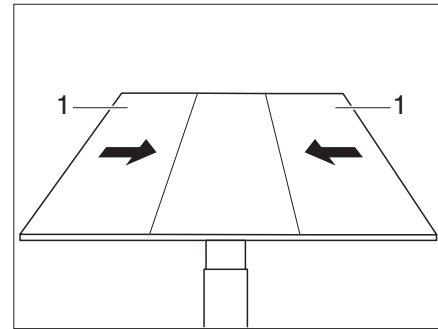

Fig. 98 Empujar las partes laterales a la parte central
- Empujar las partes externas (Fig. 98,1) de la mesa a la parte central.